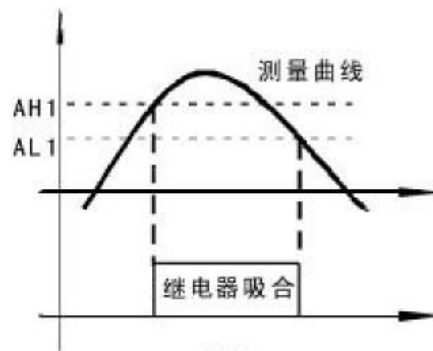

图 1
- ① 设定 $AH1 = AL1$ ，继电器无效；
- ② $AH1 > AL1$ 继电器动作见图 1 常用于上限报警；